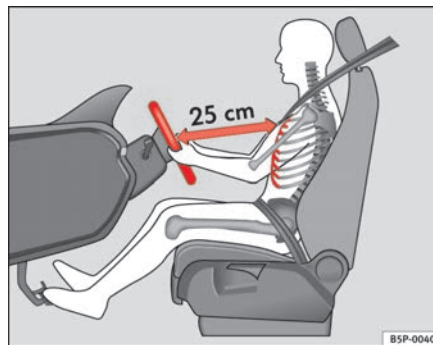

Abb. 94 Die richtige Sitzposition des Fahrers
- Stellen Sie das Lenkrad so ein, bis die gewünschte Einstellung erreicht ist ⇒ Abb. 94.
- Stellen Sie den Fahrersitz oder das Lenkrad so ein, dass der Abstand zwischen Lenkrad und Brustbein mindestens 25 cm beträgt ⇒ Seite 133, Abb. 94. Wenn Sie den Mindestabstand nicht einhalten, kann Sie das Airbag-System nicht schützen – Lebensgefahr!